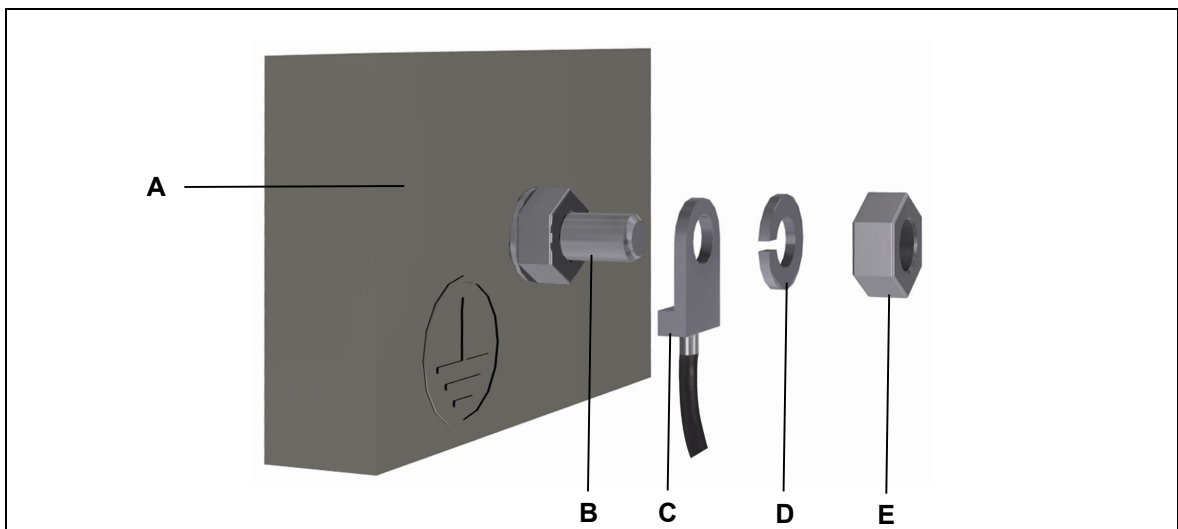

Abbildung 12 Montage des Erdungsbolzens
- 1 Schrauben Sie die Sechskantmutter (E) ab und ziehen Sie den Federring (D) vom Erdungsbolzen (B).
- 2 Stecken Sie die Erdungsbrücke (C) auf den Erdungsbolzen (B), wie in Abbildung 12 gezeigt.
- 3 Stecken Sie den Federring (D) auf.
- 4 Schrauben Sie die Sechskantmutter (E) fest auf den Erdungsbolzen. Die Sechskantmutter darf sich nicht von Hand lösen lassen.